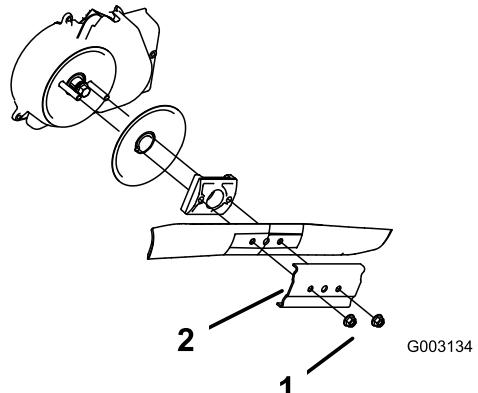

Figura 51
- Togliete i due dadi della lama ed il rinforzo (Figura 51).
| 1. Togliete la lama (Figura 51).
5. Montate la lama nuova (Figura 51).